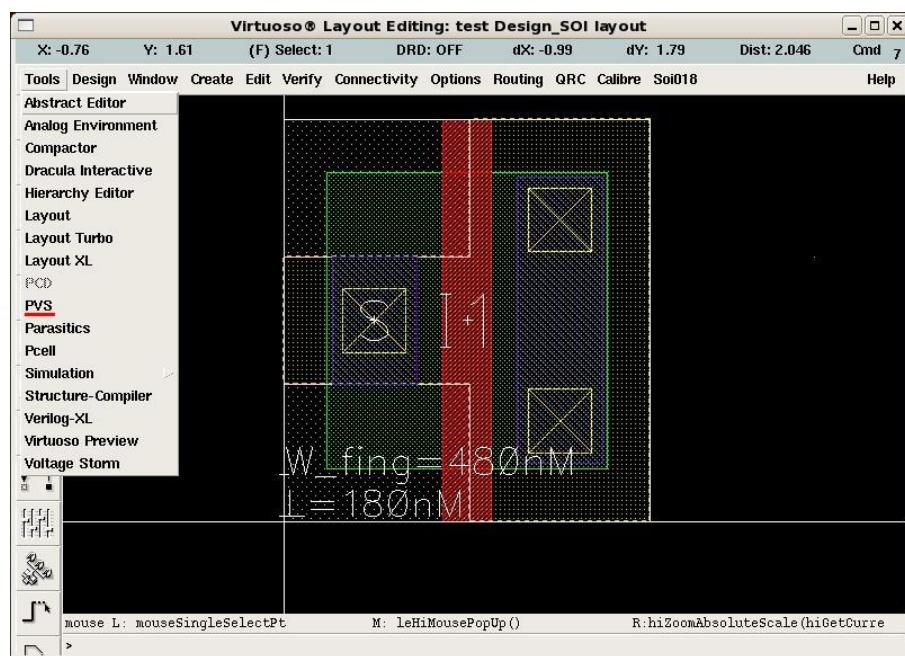

Рис. 10.1. PVS в меню Tools Virtuoso Layout Editor.
- 2) Выбрать в меню *Tools* -> *PVS* (рис. 10.1)